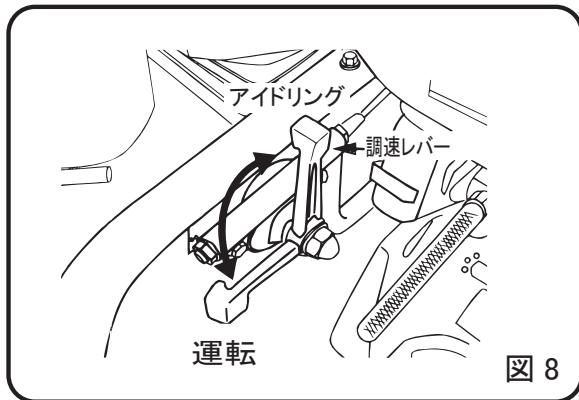

図 8
- 1 調速レバーをアイドリングから運転の位置へ開きまると（図 8）タンピングランマーが作動を始めます。この操作をゆっくり行いますと作動が不規則になり、クラッチ、バネ、フートを痛めます。